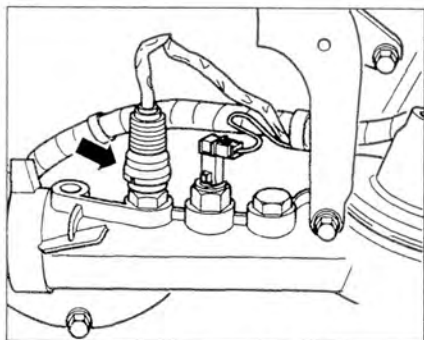

Рис. 2.79. Отсоедините 3-контактный разъем проводки от датчика температуры охлаждающей жидкости (стрелка).
10. Отсоедините 3-контактный разъем проводки от датчика температуры охлаждающей жидкости (стрелка) (рис. 2.79).